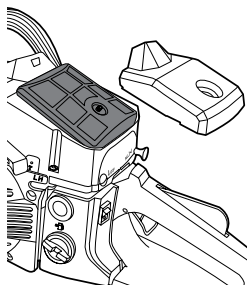

Fig. 33
- > Retirez le couvercle du filtre à air [14]. Retirez le filtre et séparez-le en deux moitiés. Brossez le treillis avec de l'essence afin de retirer les impuretés. Réassemblez le filtre à air, en appuyant sur les bords jusqu'à ce qu'ils 'cliquent' (Fig. 33 - 35).